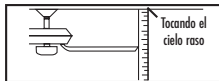

Figura 1
4. La mayoría de los problemas de oscilación del ventilador ocurren cuando los niveles de las paletas no son iguales. Compruebe este nivel seleccionando un punto en el cielo raso sobre el extremo de una de las paletas. Mida la distancia como se muestra en la Figura 1. Manteniendo la medición dentro de 3 mm, gire el ventilador hasta que la próxima paleta esté colocada en el sitio para la medición. Repita para cada paleta. Si los niveles de las paletas son diferentes, puede ajustar las paletas usando el siguiente procedimiento: Para ajustar hacia arriba el extremo de una paleta, inserte una arandela (no incluida) entre la paleta y el soporte de la misma en el tornillo más cercano al motor (Figura 2). Para ajustar hacia abajo el extremo de una paleta, inserte una arandela (no incluida) entre la paleta y el soporte de la misma en los dos tornillos más alejados del motor (Figura 2).